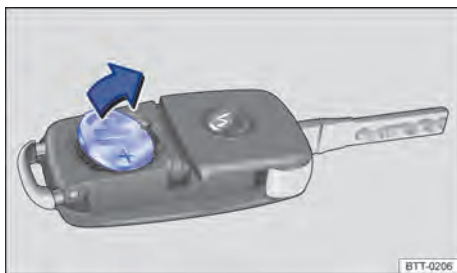

Fig. 27 Chave do veículo com comando remoto: remover a bateria.
- Remover a bateria do alojamento da bateria com uma ferramenta adequada → Fig. 27.
- Posicionar a nova bateria conforme indicado → Fig. 27 e pressionar no sentido contrário ao da seta para dentro do alojamento da bateria →